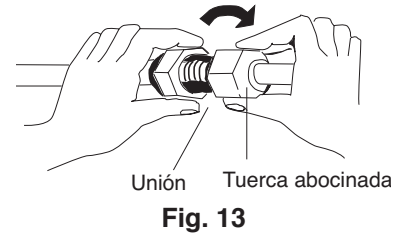

Fig. 13
- Para una conexión adecuada, alinee el tubo de unión y el tubo abocinado rectos entre sí, luego atornille la tuerca abocinada ligeramente al principio para obtener un calce suave. (Fig. 13)